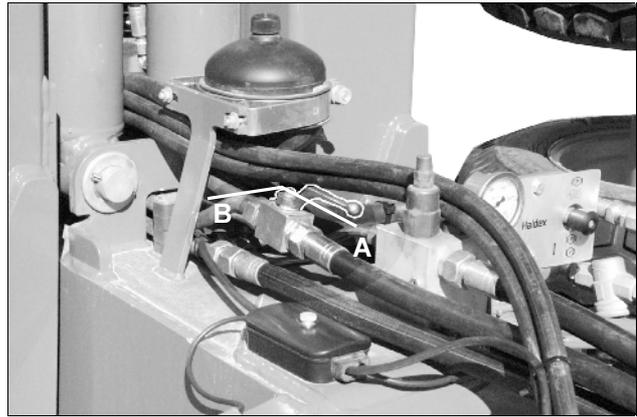

Fig. 40
- Fermez la vanne hydraulique pour le verrouillage hydraulique du train de roues (Fig. 40/Pos.B) afin d'éviter tout risque de descente inopinée de la machine au cours du déplacement.